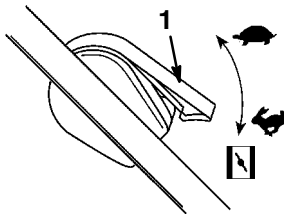

Figure 8
2. Si le moteur est froid, régler la manette des gaz sur la position de *starter*  (Fig. 8).
1. Régler la manette des gaz sur *lent*  (Fig. 8).